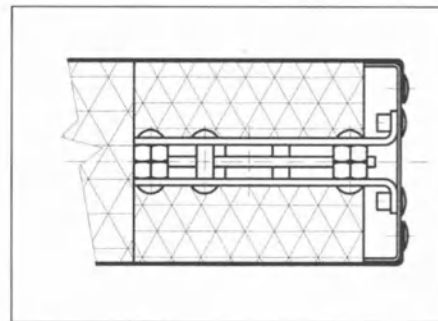

Рис.14 О - оконная
- O - оконная (рис. 14)
- Z - съёмная, сторона с крючком (рис. 14)